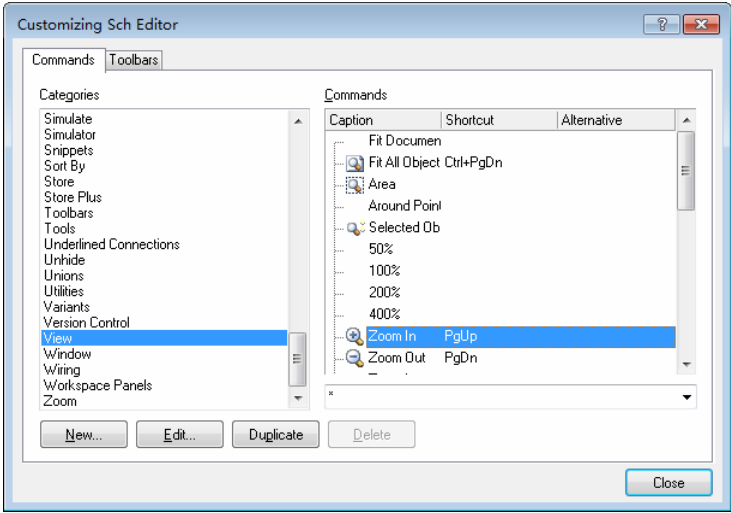

图 3-12 定制原理图编辑器对话框
(1) 执行菜单命令 DXP >> Customize，或者在菜单栏上单击鼠标右键，在弹出菜单中选择 Customize 命令，打开定制原理图编辑器对话框，如图 3-12 所示，进入定制原理图编辑器模式。